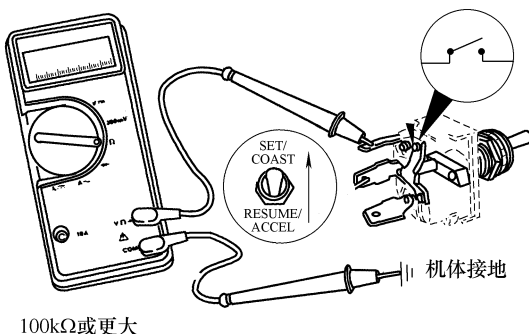

图 5-141 将开关拨到上部或下部, 测量上部端子与机体间的电阻, 均为开路电阻
(3) 检查是否对地短路
① 将开关拨到设置/滑行位置, 测量开关上部端子与机体间的电阻, 应大于 $100k\Omega$; 然后再将开关拨到恢复/加速位置, 万用表也应显示开路, 电阻大于 $100k\Omega$, 如图 5-141 所示。如果电路不是开路, 说明开关存在故障, 应当进行维修。